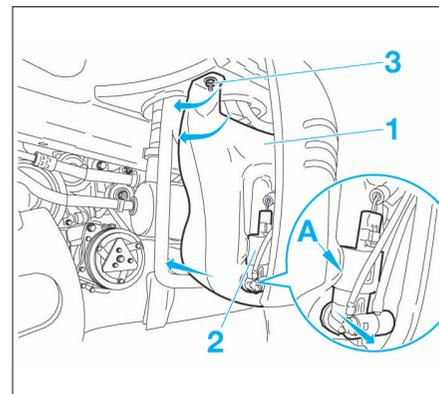

FIG. 14
- Placer un bac receveur sous le réservoir de lave-vitres (1) (Fig.14).